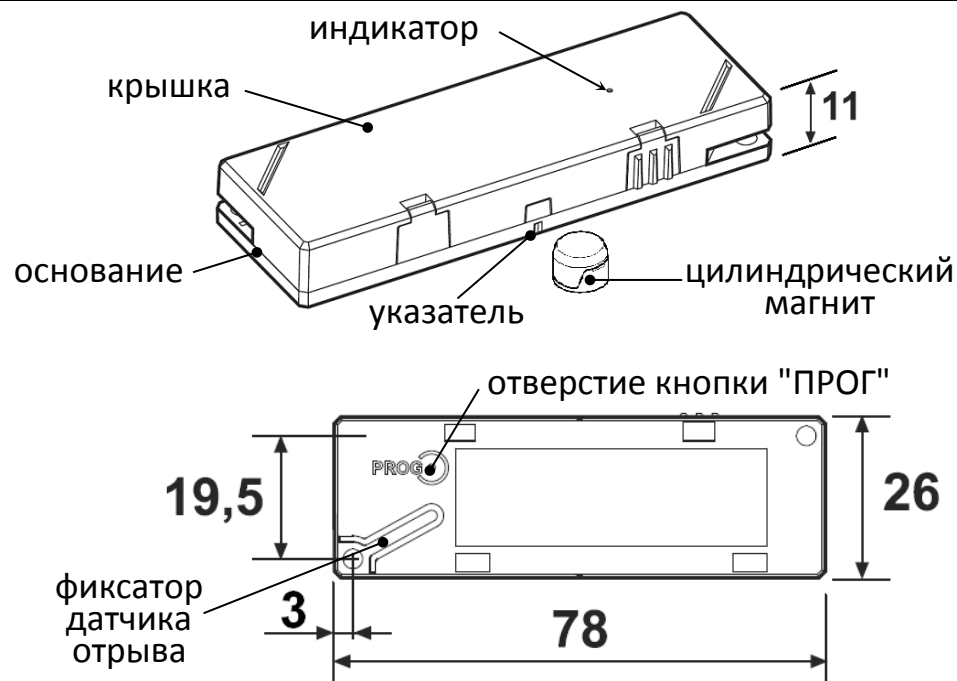
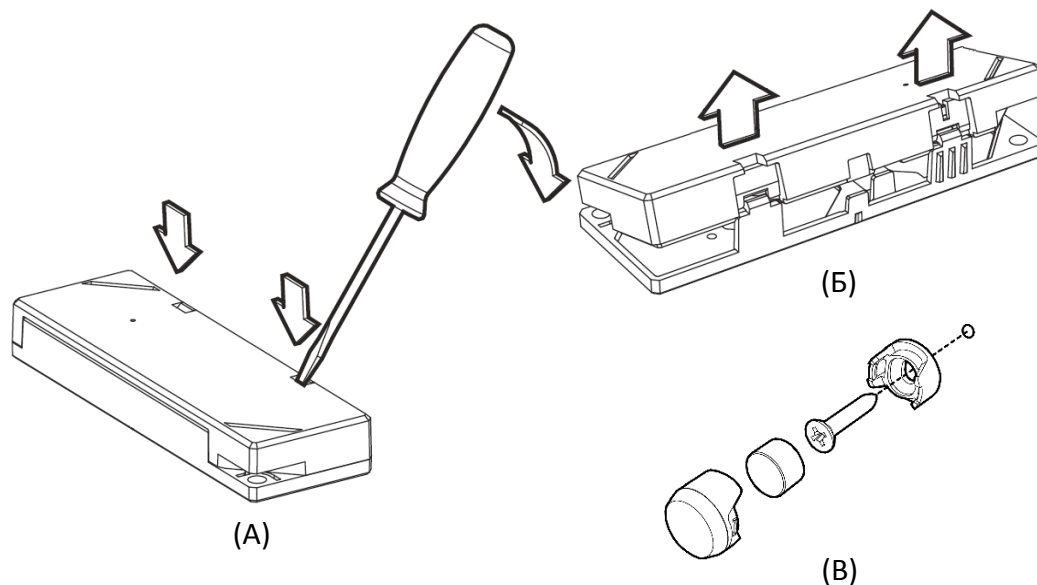
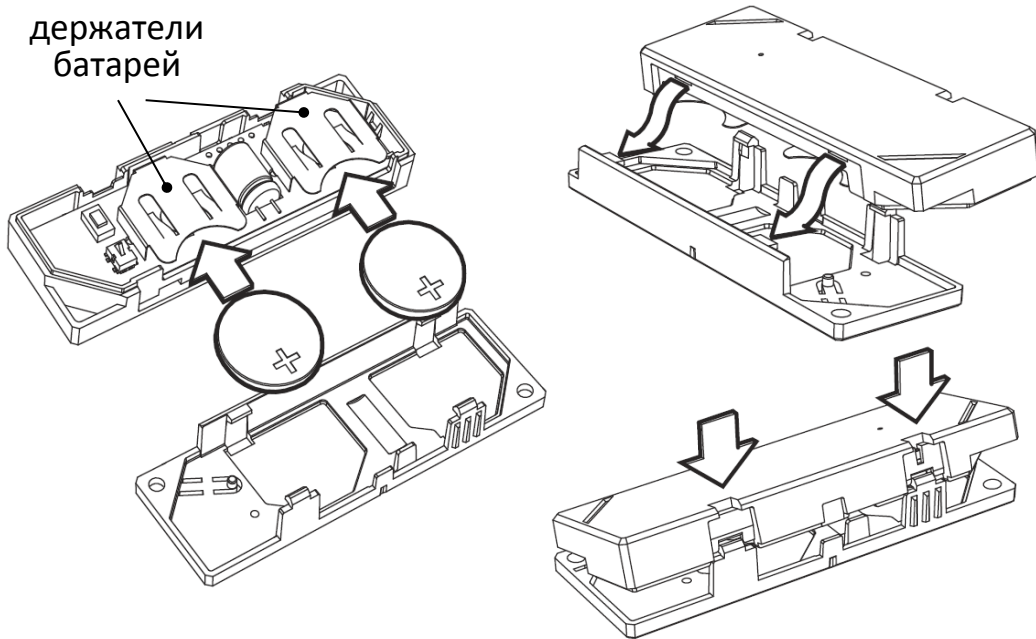

Рис. 1
Рис. 2
Рис. 3
Извещатель конструктивно выполнен в виде одного блока (рис.1) и состоит из основания, печатной платы с элементами и крышки. Под лицевой поверхностью корпуса находится двухцветный светодиодный индикатор. На нижней поверхности корпуса находится отверстие под кнопку программирования ("ПРОГ") и фиксатор датчика отрыва (совмещен с датчиком вскрытия).
Две батареи CR2032 уже установлены в корпус извещателя на заводе-изготовителе. Для замены батарей необходимо поддеть отверткой защелку крышки (рис.2, А) и открыть крышку (рис.2, Б). Новые батареи устанавливаются в держатели положительными полюсами вверх (рис.3).
Цилиндрический магнит устанавливается около указателя на боковой стороне корпуса (рис.1) в месте расположения магниточувствительного элемента. Магнит закрепляется на поверхности с помощью шурупа (рис.2, В).
Нажать правой кнопкой мыши на извещатель в списке дочернего оборудования в ПО, выбрать пункт "Программирование" → "Инициализировать" и тонким предметом (например, скрепкой) нажать кнопку "ПРОГ" через отверстие на нижней поверхности корпуса извещателя (рис.1).
- Перевести извещатель в режим контроля зоны срабатывания: удерживая кнопку датчика вскрытия в нажатом состоянии, установить батареи в держатель (3, рис.1).